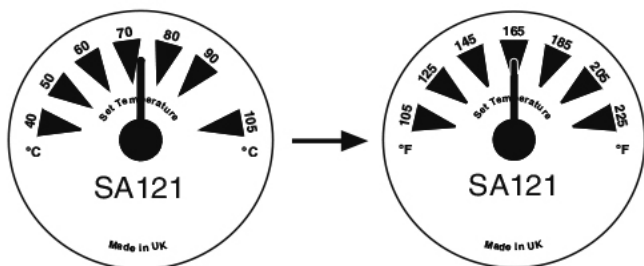

Fig. 3
1. Retirer le bouchon de protection (6) et utiliser un tournevis approprié pour régler l'aiguille (3) sur le trait du milieu (1).
2. Retirer le couvercle transparent (2).
3. Retirer l'aiguille (3).
4. Enlever l'échelle de température (4) et sélectionner °C ou °F (plaque à deux faces) comme indiqué sur la Figure 3, et la replacer.
5. Repositionner l'aiguille sur le trait du milieu (1).
6. Replacer le couvercle transparent (2).